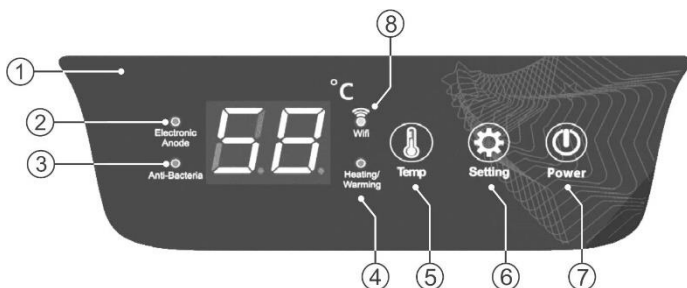

Рисунок 2. Электронная панель управления
Рисунок 2: 1 – LED дисплей, 2 – индикация «Electronic Anode», 3 – индикация «Anti-Bacteria», 4 – индикация «Heating/Warming», 5 – кнопка «Temp», 6 – кнопка «Setting», 7 – кнопка «Power», 8 – индикация «Wi-Fi».
Включение или выключение ЭВН осуществляется нажатием кнопки «Power» (Рис. 2, стр. 7).
В процессе работы ЭВН пользователь может регулировать температуру нагрева воды с помощью кнопки «Temp» (Рис. 2, стр. 5). Температура будет повышаться на 1°C с каждым нажатием. Длительное нажатие повышает температуру быстрее (5 раз/сек.)
Индикация «Anti-Bacteria» (Рис. 2, стр. 3) загорается при включении режима Anti-Bacteria. Выбор этого режима осуществляется нажатием кнопки «Setting» (Рис. 2, стр. 6) на панели управления. В этом режиме температура не регулируется, система перейдет в режим сохранения тепла после нагрева до 80°C, и вернется в режим обычной работы через 30 минут работы в режиме сохранения тепла.
Индикация «Electronic Anode» (Рис. 2, стр. 2) загорается при нормальной работе электронного анода и мигает при его неисправности.
Индикация «Heating/Warming» (Рис. 2, стр. 4) горит красным светом при нормальном обогреве, зеленым цветом при поддержании подогрева, и мигает при работе в режиме антизамерзания. Режим защиты от замерзания активируется при включенном питании, когда температура воды во внутреннем баке ниже 5°C, затем останавливается и переходит в режим ожидания, достигнув нагрева до 10°C.
2. Нажмите и удерживайте кнопку «Power» на 3 секунды при включенном питании (Рис. 2, стр. 7). Появится индикация Wi-Fi (Рис. 2, п. 8).